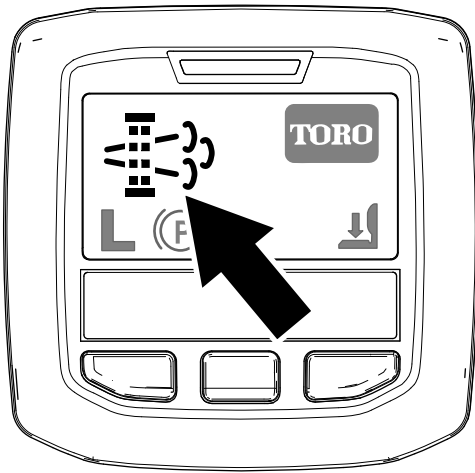

Figura 30
- El icono de solicitud de regeneración en estacionamiento se muestra en el InfoCenter (Figura 30).